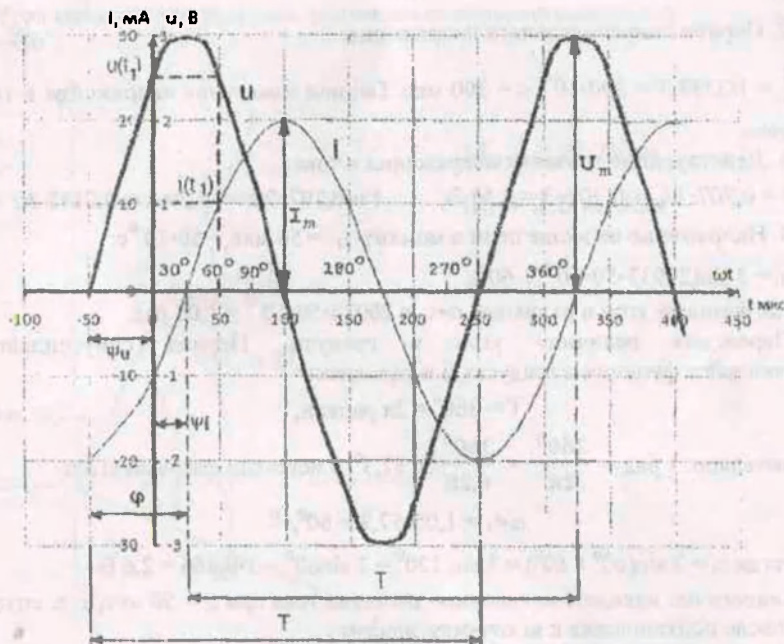

Рис. 9
Графики, построенные по этим уравнениям, называются временными (волновыми) диаграммами (рис. 9).
1. Амплитуда (максимальное значение). Амплитуды обозначаются прописными (заглавными) буквами с индексом m , т. е. U_m , I_m (рис. 9).
3. Период T – промежуток времени, в течение которого переменная величина производит полный цикл своих изменений и возвращается к первоначальному значению, после чего изменения повторяются в той же последовательности (рис. 9). Другими словами, период синусоидальной величины – это промежуток времени между двумя соседними точками перехода функции через ноль к положительному значению (измеряется в секундах – с).
Начальная фаза Ψ – на временной диаграмме угол между началом координат и началом периода колебания, т. е. фаза в момент начала отсчёта (при $t = 0$). Если начало периода колебания смещено влево относительно начала координат, то Ψ – положительная величина (т. е. в момент начала отсчёта к нулевой фазе прибавляется Ψ), если вправо – отрицательная (рис. 9). На векторной диаграмме Ψ – угол поворота вектора относительно горизонтальной оси (оси абсцисс).
Если угол сдвига фаз между напряжением и током величина положительная, то напряжение опережает ток по фазе (рис. 9), если отрицательная – ток опережает напряжение по фазе.
Для наглядности проверим полученный результат графически (студентам проверку делать в домашней работе не нужно). Волновая диаграмма рис. 9 соответствует условию данной задачи. Из точки на горизонтальной оси, соответствующей $t = 50 \text{ мкс}$, восстановим перпендикуляр до пересечения с кривыми тока и напряжения. Из точек пересечения опустим перпендикуляры на вертикальную ось, т. е. найдём ординаты этих точек. Как видно на рис. 9 ординаты точек пересечения составляют $u_1 = 2,6 \text{ В}$, $i_1 = 10 \text{ мА}$, что совпадает с расчётом.